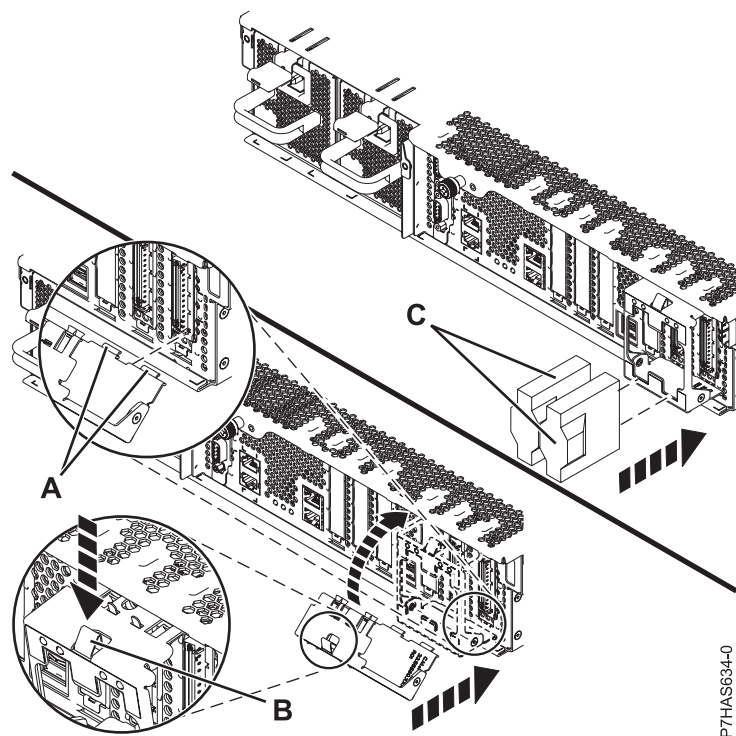

Figura 13. Sustitución de la pieza de retención de cables
8. Si se proporciona la pieza de retención de cables, que se muestra en Figura 13 en la página 15, siga estos pasos:
- a. Incline el soporte para cables (**A**), que se muestra en la Figura 13 en la página 15, para fijar la pestaña de la parte inferior del soporte a la ranura.